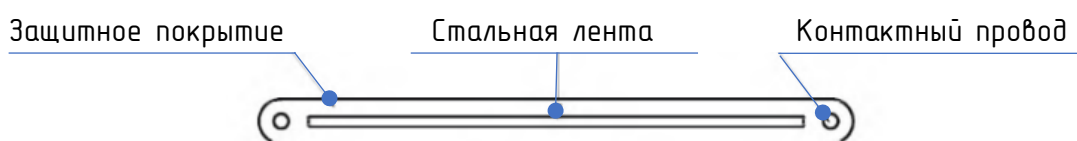

Рисунок 4 – Лента измерительная
- Измерительная лента имеет 2 провода для передачи сигнала и питания между приборным блоком и датчиком (см. Рисунок 4). Стальная лента сама служит заземляющим проводом между измерительным зондом и блоком индикации.